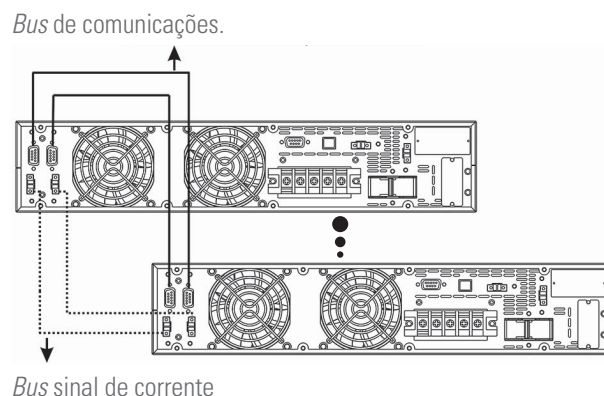

Fig. 17. Ligações de comunicação e sinal de corrente para um sistema em paralelo.
- Bus de ligação em paralelo e sinal de corrente.** Utilize a mangueira de 15 condutores de sinal com malha e conectores DB15 nas extremidades para unir no máximo de três equipamentos. Cada tubo dispõe de um conector macho e outro fêmea nas extremidades, que deve ser ligado entre os dois equipamentos. É imprescindível fechar o circuito de comunicações do *bus* paralelo e do *bus* de sinal de corrente mediante o tubo com conectores (ver Fig. 17). O comprimento dos cabos para o *bus* paralelo é aproximadamente 1,5 m e nunca deve ser prolongado, devido ao risco de interferências e anomalias na comunicação que isso implicaria.